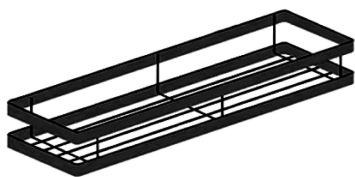

图 1
28. [原创]小明发现妈妈厨房的调料瓶占用太多操作台空间,想将如图 1 所示的调料瓶置物架安装在操作台的墙壁上,因此决定设计置物架与墙壁之间的连接件,课余时间借用通用技术实践室进行加工制作。